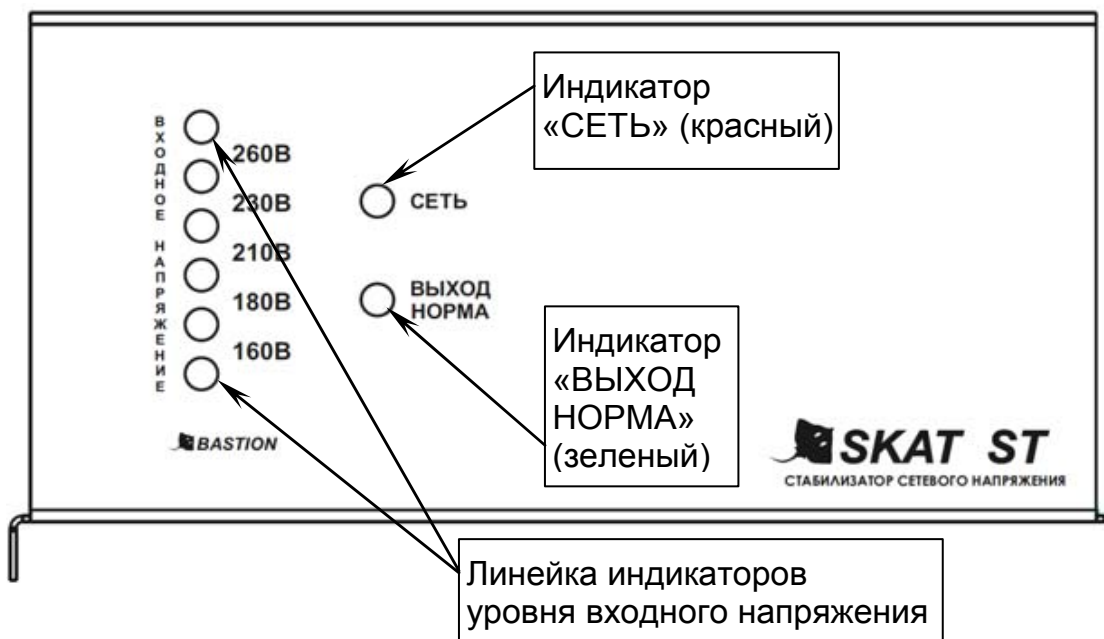

Рисунок 2 – Вид стабилизатора со стороны индикации
- светодиодную индикацию уровня входного напряжения (см. рисунок 2);
Включите стабилизатор сетевым защитным автоматическим выключателем (см. рисунок 2). Включится светодиодный индикатор «СЕТЬ», стабилизатор выполнит трехсекундное тестирование сетевого напряжения и подаст выходное напряжение на нагрузку (при условии, что уровень входного сетевого напряжения находится в допустимом диапазоне, см. п.1. таблицы 1) и включится светодиодный индикатор «ВЫХОД НОРМА».